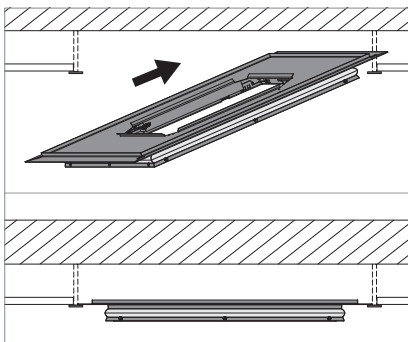

Fig. 1: Leuchtenrahmen in Deckenraster einsetzen.
- ▶ Legen Sie den Leuchtenrahmen der Leuchte in ein Deckenraster ein, siehe Fig. 1.